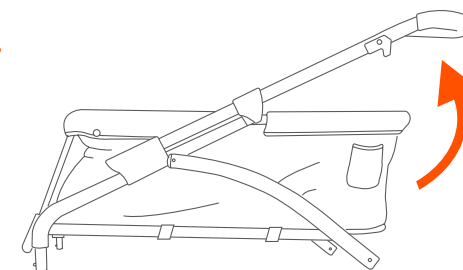

Fig. 1b
- Unfold the stroller frame by pulling the stroller handle upward until it clicks into a locked position (Fig. 1b).
- Despliegue el marco de la carriola jalando la manija de la carriola hacia arriba hasta que encaje en la posición de bloqueo (Fig. 1b).
- Dépliez le cadre de la poussette en tirant la poignée de la poussette vers le haut jusqu'à ce que vous entendiez un déclic en position verrouillée (Fig. 1b).